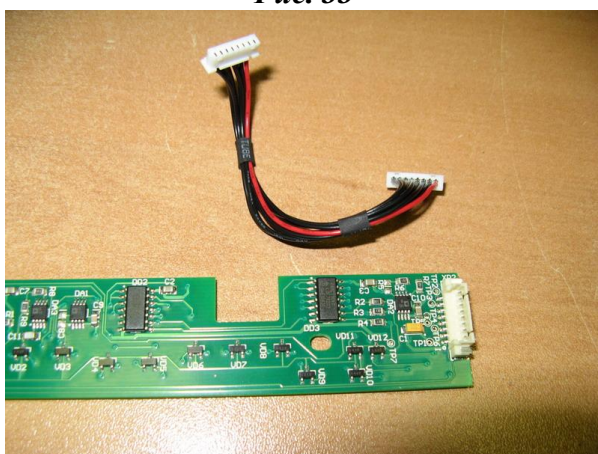

Рис. 35
8.11.2 Отсоединить кабель от модуля фотодетектора (см. Рис. 35). Внимание - не допускается демонтаж кабелей за провода - необходимо пользоваться радиомонтажным пинцетом.